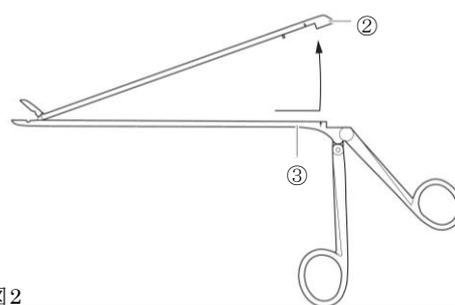

図2
2. スライダーパーツ②を図2の矢印の方向に最大90°の角度に持ち上げる。
1. 図2の矢印とは反対方向に、スライダーパーツ②をメインパーツ③に重ね合わせ、矢印⑥が合わさるまでスライダーパーツ②をスライドさせる。